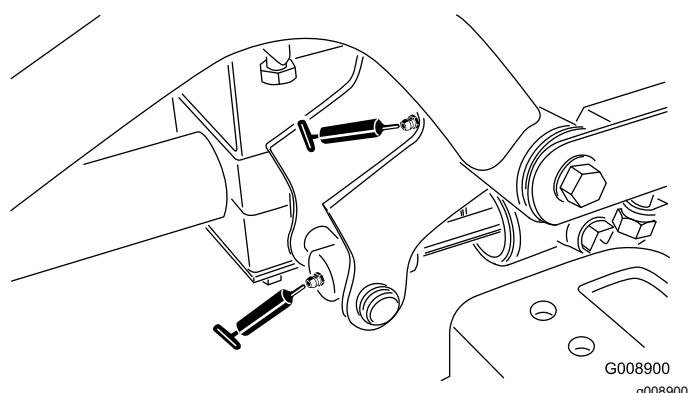

Bild 40
- 2 rechte vordere Hubarm-Drehbüchsen und Hubzylinder (Bild 40)